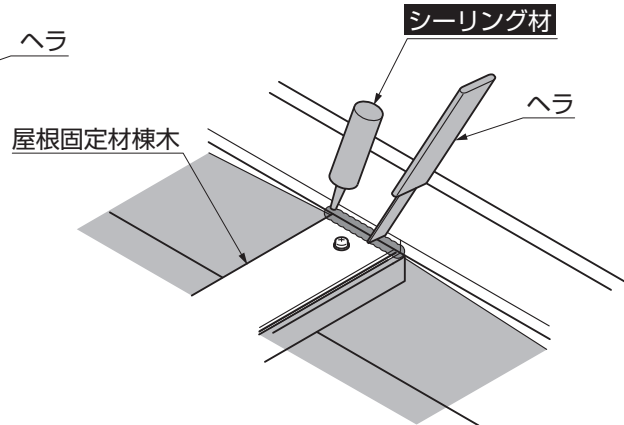

図10-4 B部詳細図
- ② B部ダブル屋根の屋根固定材棟木、屋根固定材カバー端部・中間の接合部へシーリング処理してください。(図10-4参照)